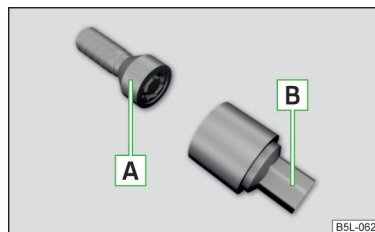

Fig. 182
Șuruburile de roată antifurt protejează roțile împotriva unui furt. Acestea se pot desface, respectiv strânge numai cu ajutorul adaptorului **B** » fig. 182.
- Introduceți adaptorul **B** » fig. 182 cu partea dințată în coroana interioară dințată din capul șurubului de roată antifurt **A** până la limită.